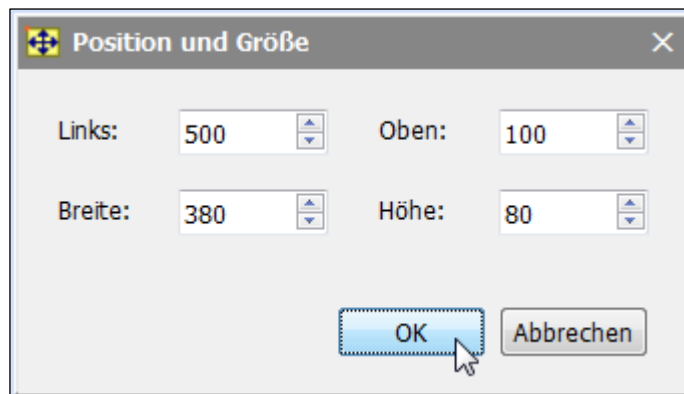

Bild 6-17 Position und Größe im Kontext-Menü festlegen
- ▶ Legen Sie die Position des Widgets fest, indem Sie die Koordinaten der linken, oberen Widget-Ecke eingeben (siehe Bild 6-17).
- ▶ Legen Sie die Größe des Widgets fest, indem Sie Werte für die Breite und Höhe des Widgets eingeben (siehe Bild 6-17).